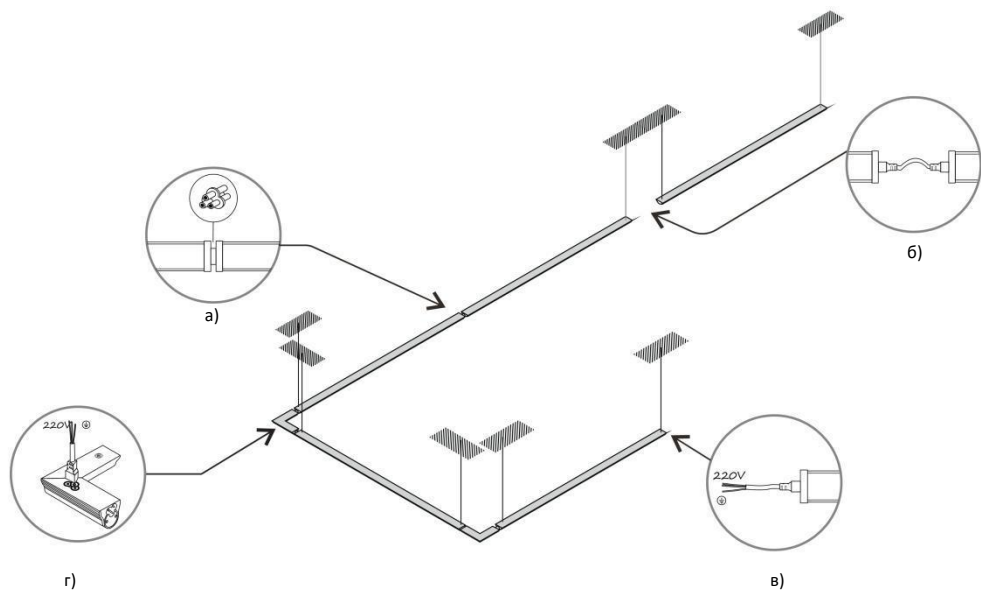
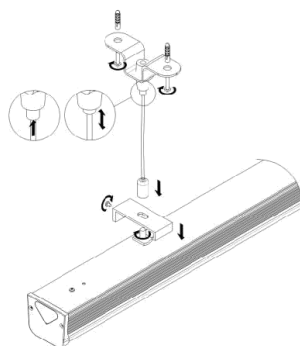
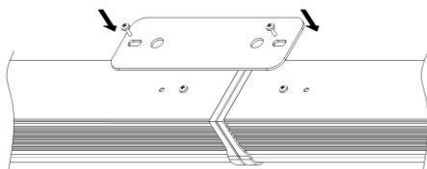

Рисунок 3 – Подключение светодиодных светильников серии Лайнер.
Рисунок 5 – Подвесной монтаж светильника.
Рисунок 6 – Соединение двух светильников серии Лайнер с помощью монтажной пластины (для подвесного монтажа).
Для подвесного монтажа используйте комплект для подвесного монтажа, который приобретается отдельно. Две скобы (идут в комплекте) крепятся к задней части светильника на равном удалении от центра. Ответная часть подвеса крепится к монтируемой поверхности (см. Рисунок 5). Для регулировки длины троса нажмите на кнопку в верхней части крепления троса (см. Рисунок 5). Максимальная длина троса из комплекта подвесного монтажа – 1 метр. При соединении светильников в непрерывные линии допускается уменьшить количество подвесов, используя два подвеса на два светильника (см. Рисунок 3). Для обеспечения жесткости в местах соединений (для исключения «провисаний») необходимо использовать монтажную пластину (Рисунок 6), которая приобретается отдельно.
5.5. Последовательно соедините нужное количество светильников Geniled Лайнер, выбрав один из способов электрического соединения* (Рисунок 3). При подключении светильников вплотную к друг другу используйте коннекторы, которые идут в комплекте для соединения двух соседних приборов (см. Рисунок 3, а). При подключении светильников с интервалом (максимальное расстояние между соседними светильниками 220 мм), светильники подключаются между собой с помощью соединительного кабеля (идет в комплекте). При этом крайний светильник Geniled Лайнер подключается к питающей сети при помощи питающего кабеля (идет в комплекте) (см. Рисунок 3, в).
5.6. При замкнутой модульной системе питание подводится через светильник Лайнер-L (Рисунок 3, г). При этом электрическое соединение не нужно замыкать в кольцо.